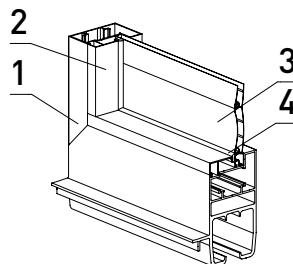

Рис. 37. Установка штапика с уплотнителем FRK39:
1. По контуру заполнения установить штапики 2 совместно с уплотнителем 4 (рис. 37).